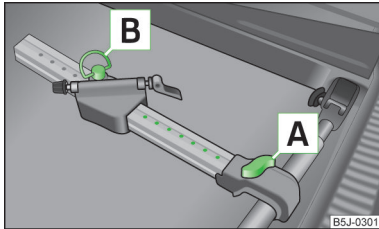

Abb. 54
- › Die Schraube **A** » Abb. 54 etwas herausziehen und den Längsträger (Alu-Teil) zum Querträger schieben, bis die Fassung einrastet.
- › Die Schraube **A** » Abb. 54 auf Seite 68 lösen und den Fahrradträger zusammen mit dem befestigten Fahrrad nach links schieben, sodass es zwischen dem Lenker und dem Seitenfenster des Gepäckraums zu keiner Kollision kommen kann.